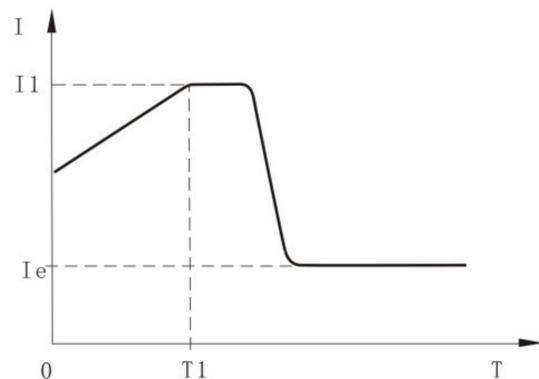

图6-5
- ① 代码F9设置4(电流斜坡)为此起动模式。图6-5为电流斜坡起动模式的输出电流波形,其中I1为代码F1设置的时间值。
- ② 电流斜坡起动模式具有较强的加速能力,使用于两极电动机,也可在一定范围内缩短启动时间。